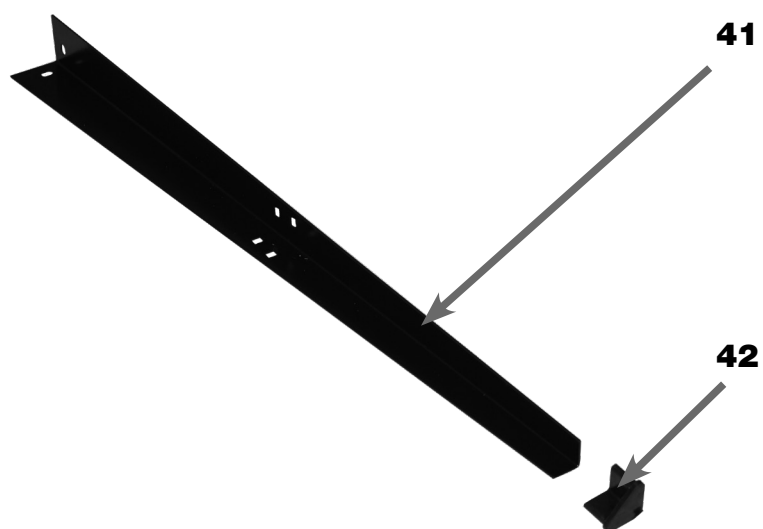

FIGURA 13 – Encaixe dos Pés de Borracha
2. ENCAIXAR os 4 Pés de Borracha (42) manualmente, respectivamente, nas extremidades das Pernas (41), conforme figura 13;